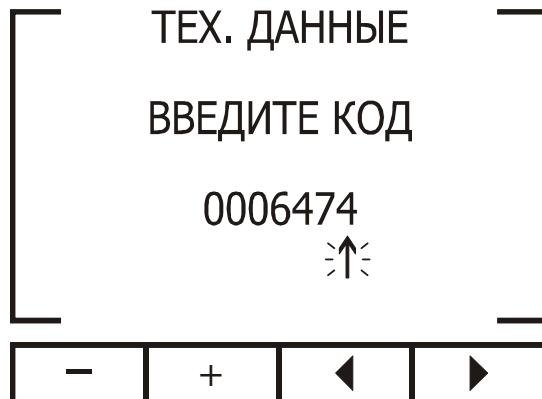

Рис. 26
- Выберите пункт **Сброс Мин. – Макс.** и нажмите «Enter». На дисплее появится экран ввода пароля (рис. 26):